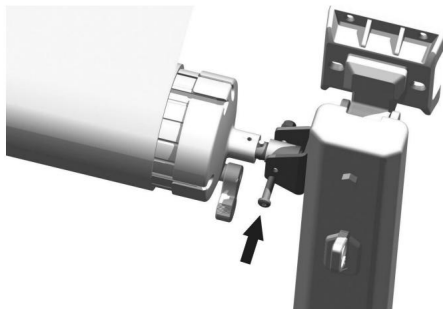

Figura C16
3.6 Avvolgere il tessuto nella stessa direzione sul tubo del rotolo, lasciando un cerchio intatto e infilare il tessuto nella guida del tessuto del veicolo (Figura C15), fissare il foro dell'albero all'estremità del rullo alla staffa superiore dell'asta di supporto (Figura C16).